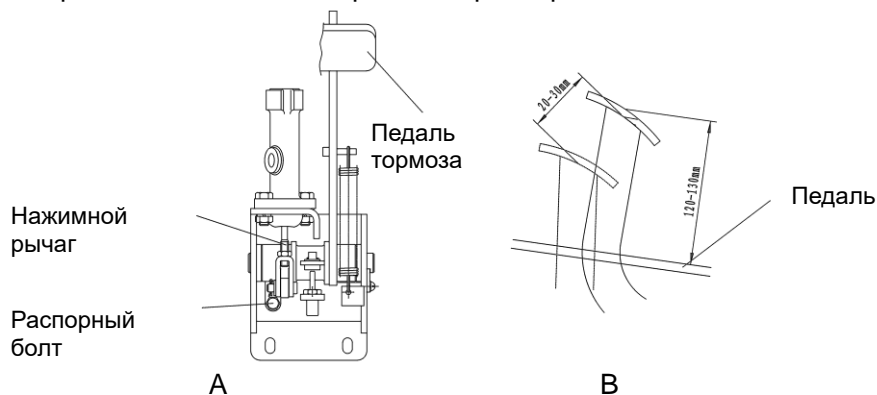

Рисунок 2-7 Регулировка педали тормоза
2.6. Регулировка педали тормоза (рис. 2-7 (А))